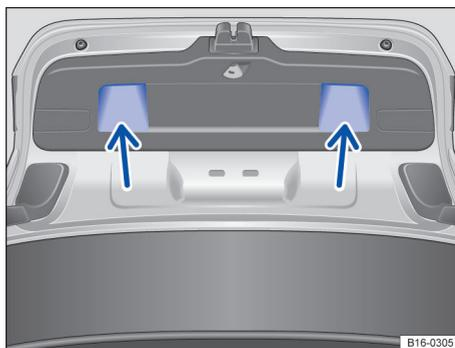

Fig. 62 Tampa traseira aberta: rebaixos (setas) para puxar e fechar.
- Puxar a tampa traseira pelo rebaixo no revestimento interno → Fig. 62 com impulso para baixo, de modo que se encaixe na fechadura → .